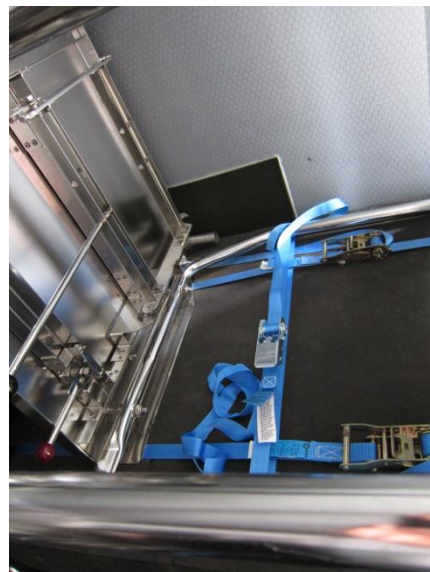

Abb. 11: Befestigung des Schrankwagens und des Transferwagens
- mit einem Ratschenspanngurt 4,5 m um den Schrankwagen und oberhalb den Räder des Transferwagens (siehe Abb. 11.; rote Pfeile)